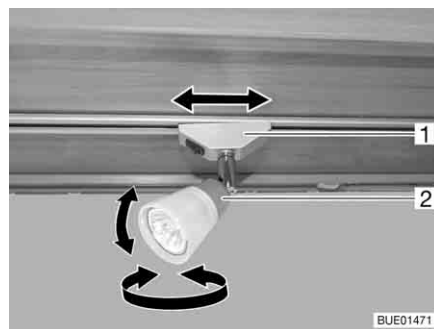

Fig. 62 Spot
*Tourner :* ■ Saisir le boîtier (Fig. 62,2) et le tourner.
*Faire coulisser :* ■ Attraper le support (Fig. 62,1) le faire pivoter d'environ 45°.
*Enlever :* ■ Attraper le support (Fig. 62,1) et le faire pivoter d'environ 90°.